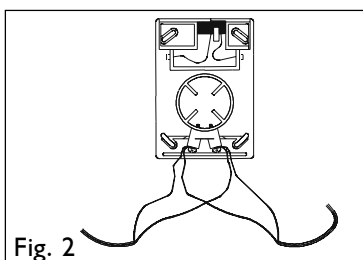

Fig. 2
2.2 Start på handtaget (fig. 2)